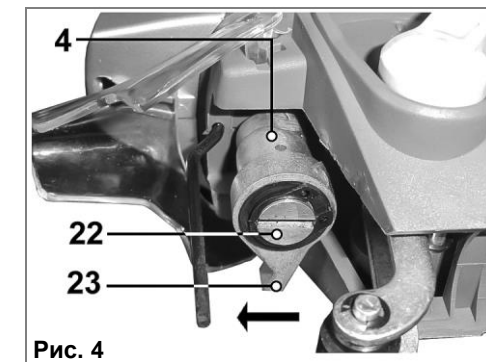

Рис. 4
7.2. Установка пильного полотна в быстрозажимной держатель (Рис.4). Для модели ЛЭ-600/60ЭМ.
7.2.4. Для извлечения пильного полотна (15) из держателя (4) переместите рычаг (23) в направлении указанном стрелкой на рис. 4.